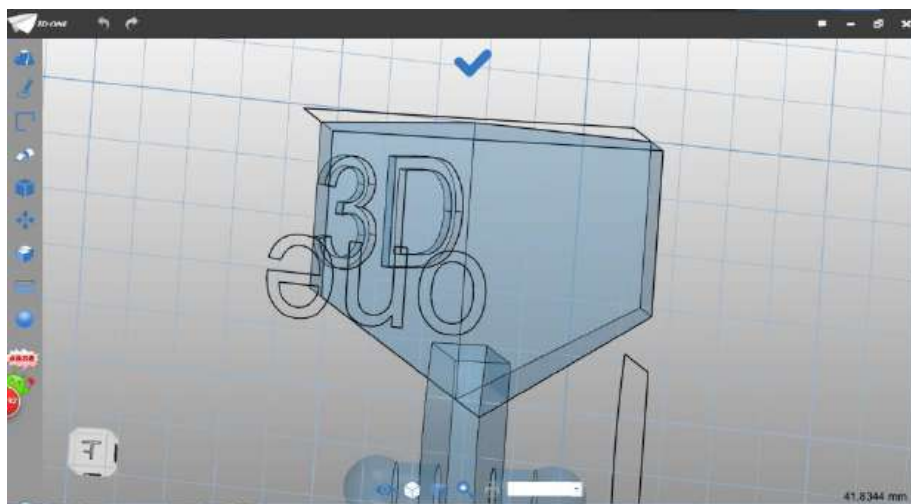

图 1-23
Step 23 在弹出的对话框中输入 one 字样，点击确定，如下图 1-23 所示：